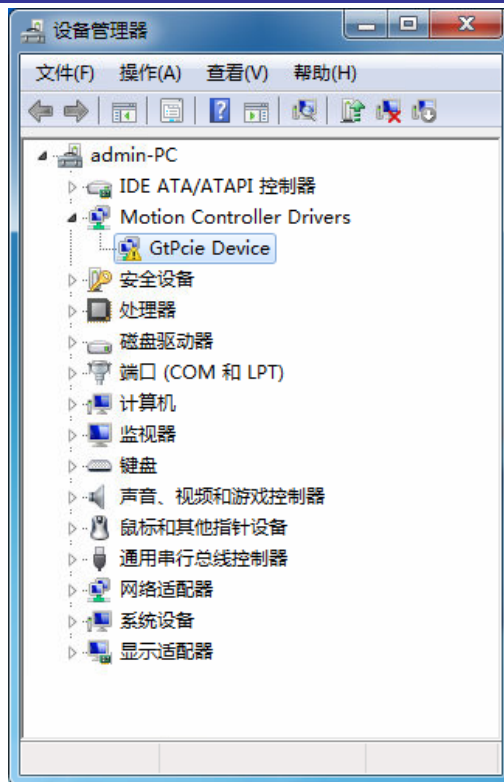

图 2-8 控制器驱动需要安装系统补丁界面
(8) 如果第六步之后显示图 2-8 所示黄色叹号，则需要安装相应的系统补丁。系统补丁的安装方法较简单，在驱动路径下找到正确的补丁，直接双击运行“msu”文件即可。